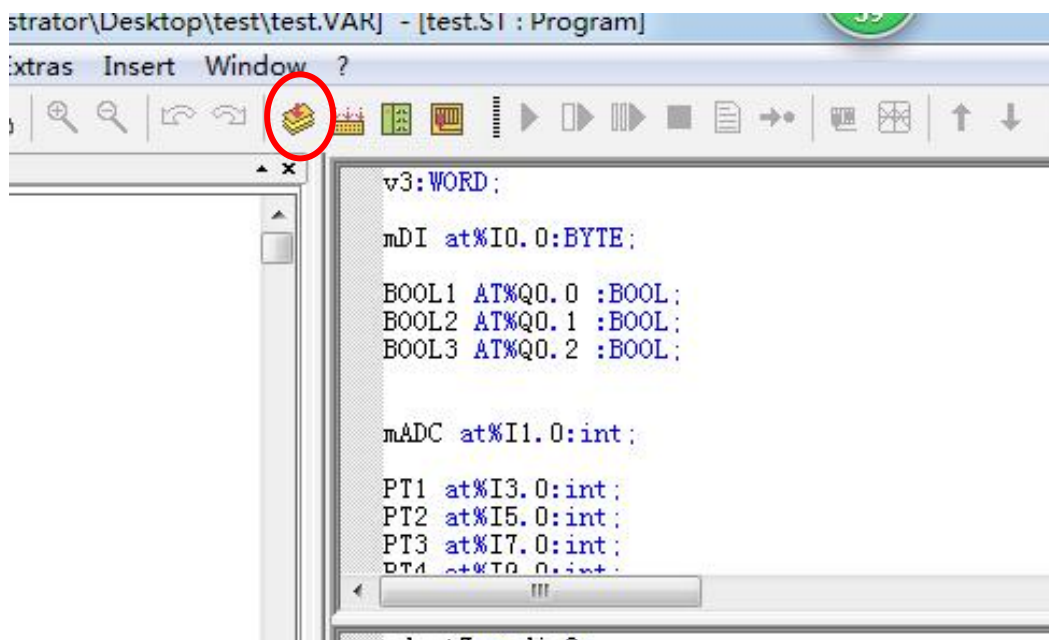

图 4.13 点击 Build Active Resource 按钮
1.完成程序编写后需点击 Build Active Resource（生成当前资源）按钮，如图 4.13 所示。